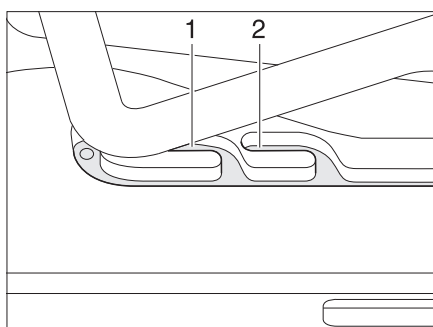
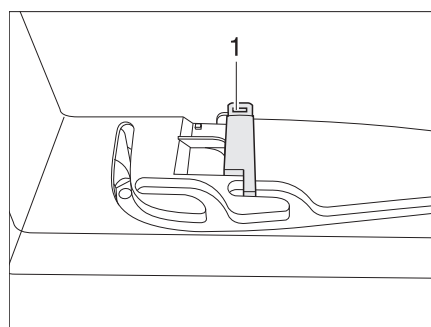

Bild 45 Heki-takluckan i ventilationsläge
Bild 46 Lås ventilationsläge
Heki-takluckan kan ställas i två ventilationslägen: Läget för dåligt väder (Bild 45,1) och mittläget (Bild 45,2). Beroende på modell kan takluckan låsas i mittläget med spärren (Bild 46,1).
- Tryck bygeln lätt uppåt och skjut in den i det valda spåret (Bild 45,1 eller 2) och lås eventuellt.